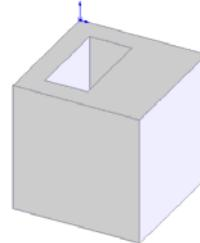

图 3-134 抽壳的图形
**04** 确认抽壳特征。单击“抽壳”属性管理器中的“确定”图标按钮 ，结果如图 3-134 所示。